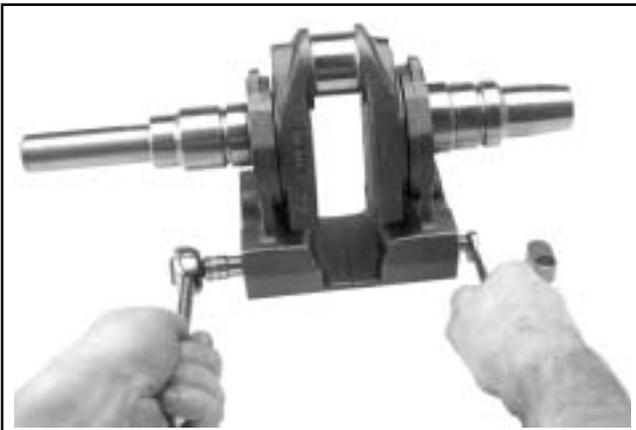

Figura 8-50. Rimozione della vite del contrappeso.
3. Rimuovere le due viti esagonali lunghe che fissano le due metà del contrappeso all'albero motore. Tenere fermo il perno guida con una chiave (se necessario). Vedere Figura 8-50.